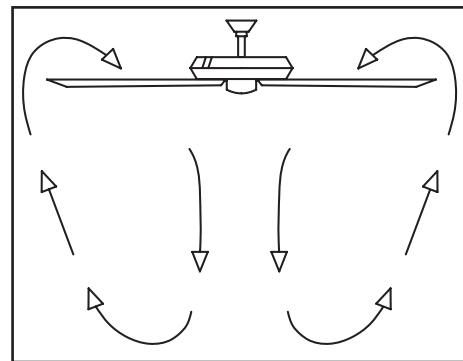

Figura 20
**Clima cálido** - (Hacia adelante) Un flujo de aire hacia abajo surte efecto refrescante, como se muestra en la Figura 20. Esto permite fijar tu aire acondicionado en una configuración más alta sin afectar tu comodidad.